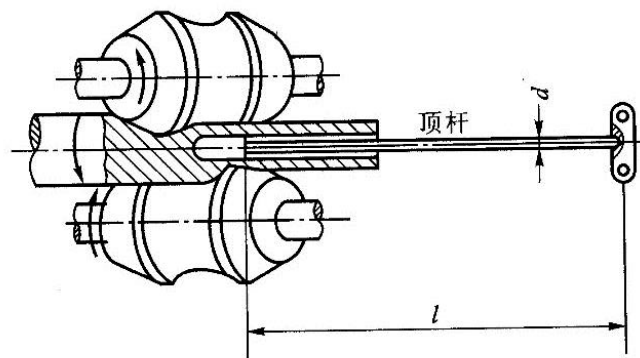

图 10
6. (15 分) 无缝钢管厂的穿孔顶杆如图 10 所示。杆端承受压力。杆长 $l = 4.5\text{ m}$, 横截面为圆形, 其直径 $d = 160\text{mm}$ 。材料为 Q235 钢, $E = 200\text{GPa}$, $\sigma_p = 200\text{MPa}$, $\sigma_s = 230\text{MPa}$, $a = 304\text{MPa}$, $b = 1.12\text{MPa}$ 。顶杆两端可简化为铰支座, 规定的稳定安全因数为 $n_{st} = 3.3$ 。试求杆的许可载荷。